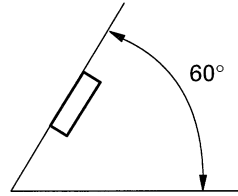

Abb. 5
- Wenn der Einbauwinkel mehr als 60° von der Horizontalen abweicht, kann es sein, daß das Gerät nicht optimal arbeitet. (Abb. 5)